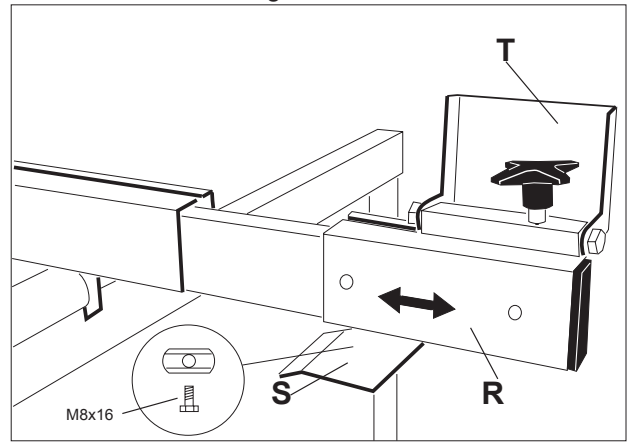

Fig. 9
- Fastmonter sagen til underbukken ved hjelp av de to festekrokene (fig 9).
- Ta ut endepluggen på anholdet og skyv teleskoputtrekket **R** inn i anholdet. Sett inn endpluggen i teleskoputtrekket (fig. 9).
- Monter brakett **S** på teleskoputtrekk (fig. 9).
Svingskiven kan dreies begge veier og innstilles i ønsket kappvinkel. Svingskiven løses ved å skyve låsehendelen mot venstre (fig. 9). Drei svingskiven ved å ta tak i løftehåndtaket og innstill sagbladet i ønsket kappvinkel (avleses på sagbordet). Lås svingskiven ved å skyve låsehendelen mot høyre. For gjæring i de mest benyttede vinkler (90°, 45°, 30°, 22.5°, 15° og 0°) er det en prestopp-funksjon.
- Drei svingskiven til merket **90°**, slik at sagbladet står parallelt med det lange anholdet. Lås svingskiven som i pkt. 4.4. (fig. 9, 11 og 12)